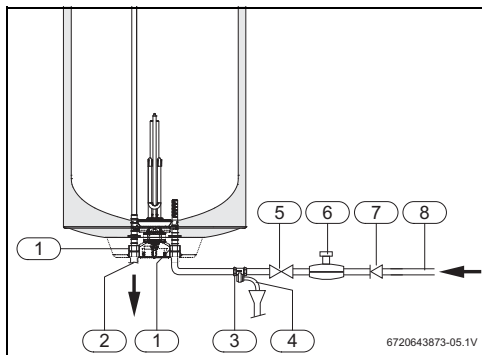

Рис. 11 Подключение воды
Для предотвращения неисправностей, вызванных неожиданными колебаниями давления в водопроводной сети, рекомендуется установить перед баком обратный клапан (рис. 11, [7]).
- Установите предохранительный клапан на подводе холодной воды к баку (рис. 11).
Если давление воды превышает 80 % от максимально допустимого давления бойлера (6,4 бар), то установите редукционный клапан (рис. 11).
- ▶ Закройте водопроводный кран (→ рис. 11).